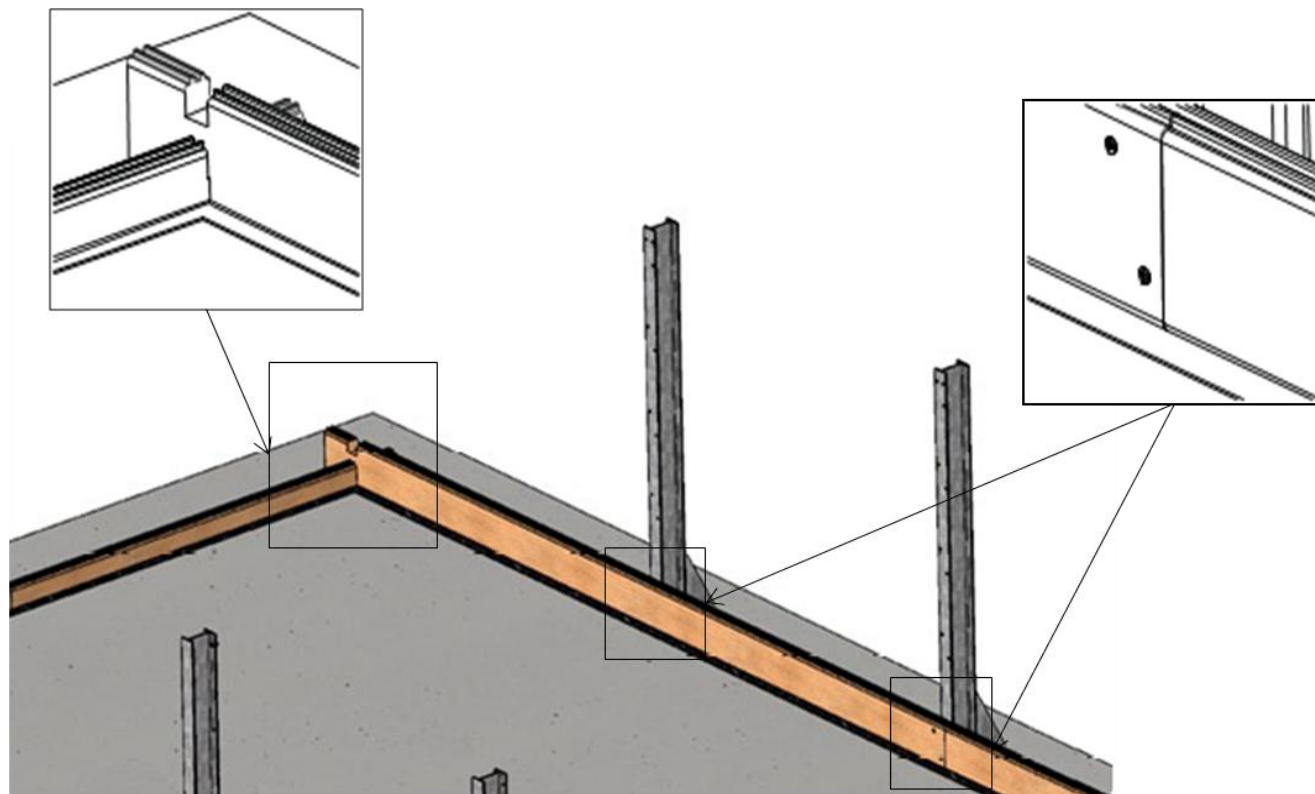

Figure 10 - Verrouillage des madriers entre eux
- entre elles comme indiqué à la *Figure 10*, à l'aide de 2 vis par paire de lames, et sur les deux côtés comportant chacun 10 lames de hauteur, soit un total de 80 vis à tête fraisée 5 x 40 en inox A4 torx filetées sur 25 mm (sachet C) ;